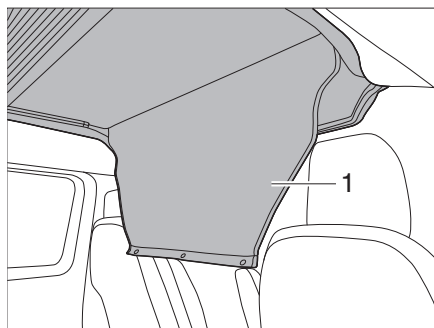

Figura 16 Enrollar la cubierta de acceso
- Abrir y enrollar la cubierta de acceso (Figura 16,1).